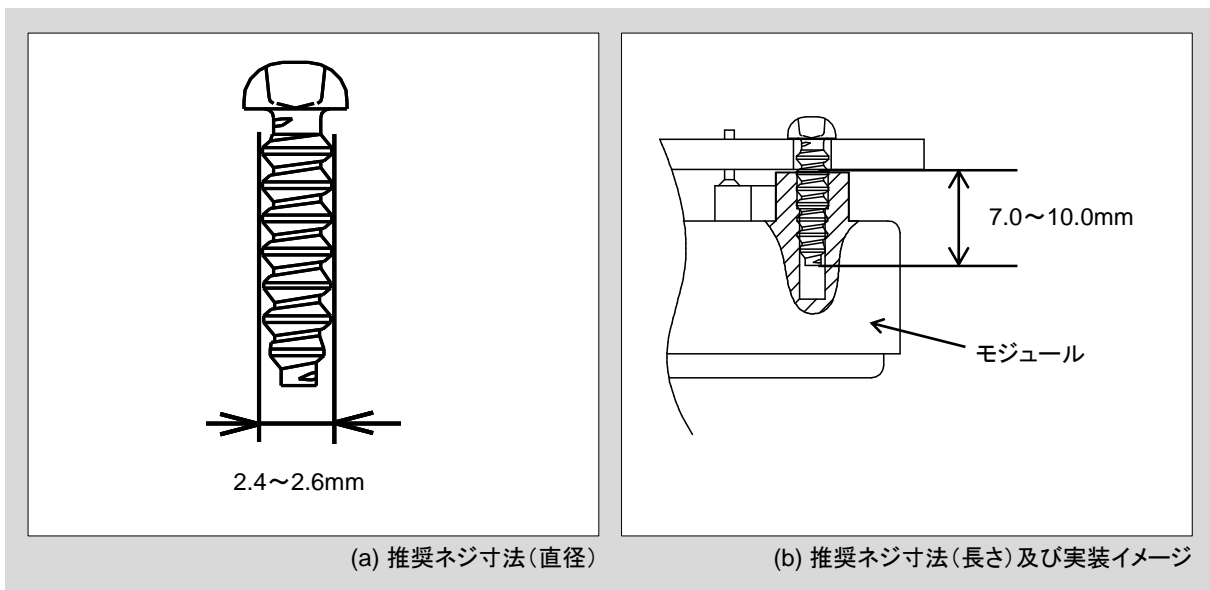

図5 推奨ネジの寸法及び実装イメージ
4. 製品をPCBの固定に使用するネジは、図5に示す様に、直径が2.4~2.6mm、長さはプリント基板の下面から7.0~10.0mmとなるネジをご使用下さい。